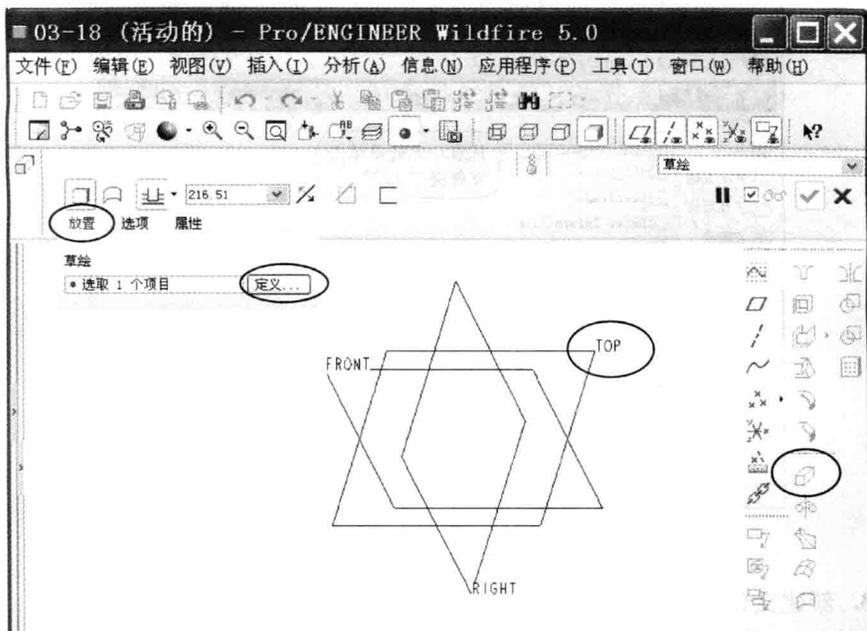

图 1-8
(1) 选取建模命令，指定绘制正方形底板横截面的绘图平面→单击工具栏图标按钮→弹出操控面板→单击“放置”按钮→单击“定义”按钮，操作如图 1-8 所示→弹出如图